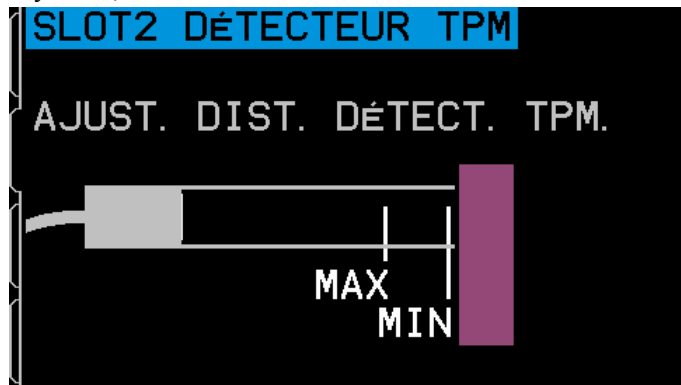

Figure 9
- a) BARRE DE MENU. La partie droite de l'affichage est utilisée pour attribuer des fonctions actuelles aux quatre boutons de fonction correspondants (Figure 9) à droite de l'affichage. Lors de l'équilibrage, un sablier animé s'affiche dans cette zone d'affichage ainsi que des cycles de traçage pour suivre la progression.
Le capteur de vitesse doit être correctement positionné face à, et dans l'alignement d'un élément déclencheur rotatif de la machine. Après l'installation de tous les composants du système, mettez en marche l'unité de contrôle SBS. La broche étant arrêtée, desserrez les boulons de montage et déplacez le capteur de vitesse afin qu'il touche le métal de la face de jonction sur la pièce qui tourne habituellement (par ex. broche, support de roue, etc.). Tirez le capteur de vitesse pour le ramener à l'espace spécifié de 1 à 3 mm. Le système doit avoir reconnu et calibré le capteur de vitesse. Si tel n'est pas le cas, choisissez « RPM SENSOR » (CAPTEUR DE VITESSE DE ROTATION) dans le MENU. Un graphique apparaît (Figure 9), représentant l'espace entre le capteur de vitesse et la surface en rotation. Positionnez le capteur de vitesse afin que le graphique indique la distance correcte.